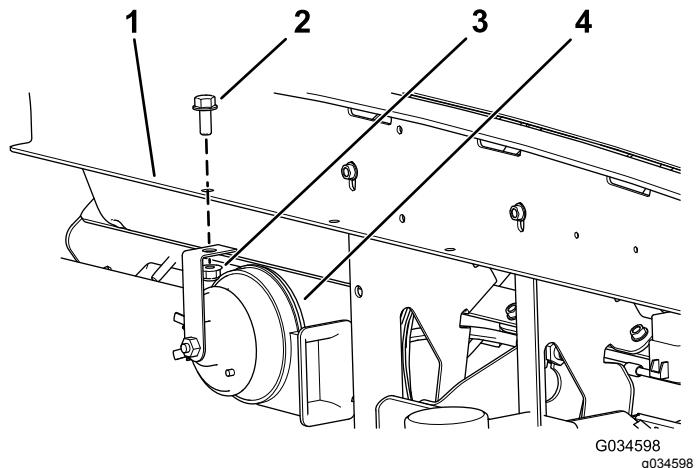

Bild 1
2. Befestigen Sie die 12-Volt-Hupe mit der Sechskantschraube (5/16" x 3/4") und der Bundmutter (5/16") im vorhandenen Loch im Armaturenbrett, wie in **Bild 1** abgebildet.